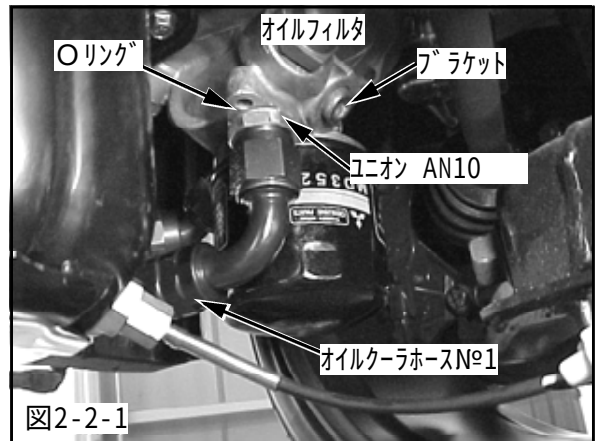

図2-2-1
- (3) ユニオンAN10をエンジンのオイルフィルタブラケットに取付けてください。(図2-2-1)
(図2-1, 図2-2-1, 図2-2-4)